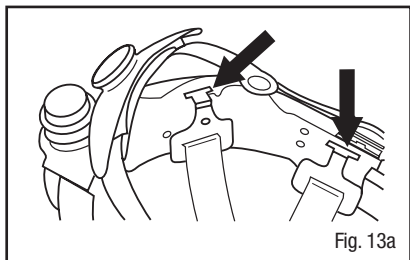

Fig. 13a
- Con la careta volteada hacia arriba, retire las bandas elásticas del sello facial del arnés para la cabeza. Una vez que ha desconectado el sello facial, libere el arnés para la cabeza del armazón de la careta al empujar hacia los ganchos de plástico de la red. En la Fig. 13a se muestran los ganchos.